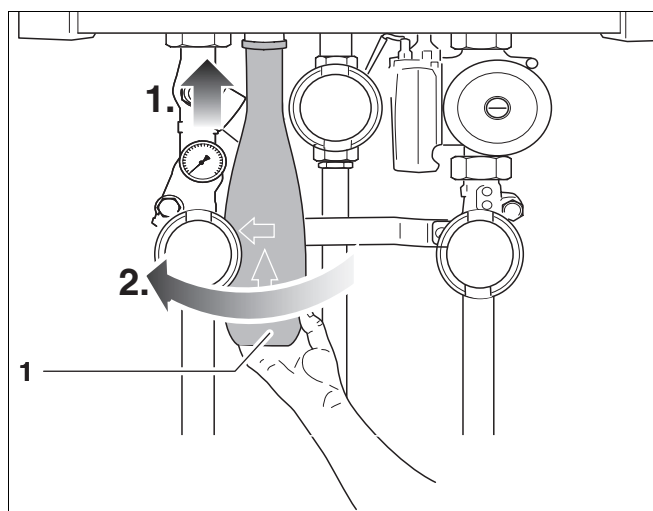

fig. 8 Sifon monteren
- Monteer de sifon (fig. 8, **pos. 1**) op aansluiting condensafvoer.